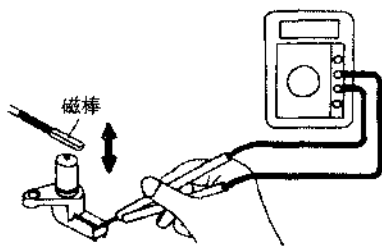

图 6.4 车速传感器功能检测
① 用千斤顶将汽车一侧的驱动轮顶起,把选挡杆置于空挡位,用手转动悬空的驱动轮,同时用万用表测量车速传感器两接线柱之间有无脉冲感应电压。测量时,应将万用表选择开关转至IV以下的直流电压挡,若测量时万用表指针有摆动,则说明传感器有输出脉冲,其工作正常,否则,应更换传感器。
② 也可以将车速传感器拆下,用一块磁铁靠近车速传感器的前端,然后迅速移开,同时检查传感器端子之间的电压,如图6.4所示,若有脉冲感应电压,则说明传感器良好,若无感应电压或感应电压很微弱,则说明传感器有故障,应更换。